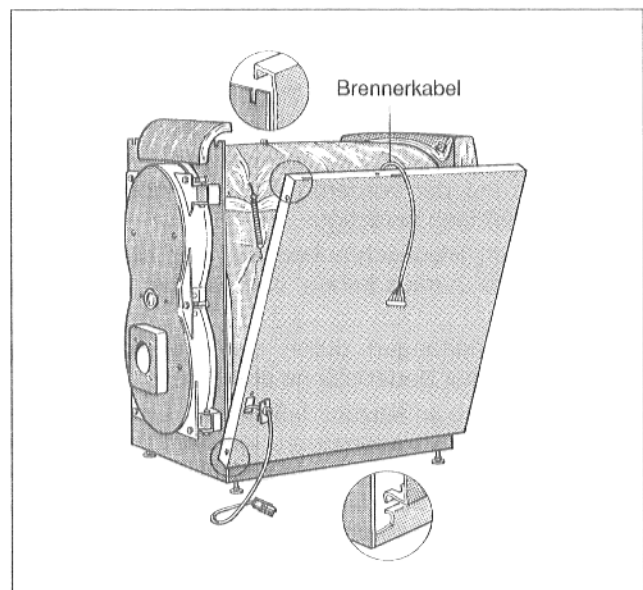

Abb. 7
Brennerkabel müssen vor Anbringen der Verkleidung durch die entsprechende Öffnung in der Seitenwand geführt werden (Abb. 7).
- Brennerkabel durch die Öffnung in der Seitenwand führen (Abb. 7).
- Seitenwand links und rechts mit den unteren Schlitzen in die Kesselkörpervorder- und Rückwand einsetzen (Abb. 7).
- Seitenwand mit der Abkantung oben in die Schlitze der Kesselkörpervorder- und Rückwand einhängen (Abb. 7).